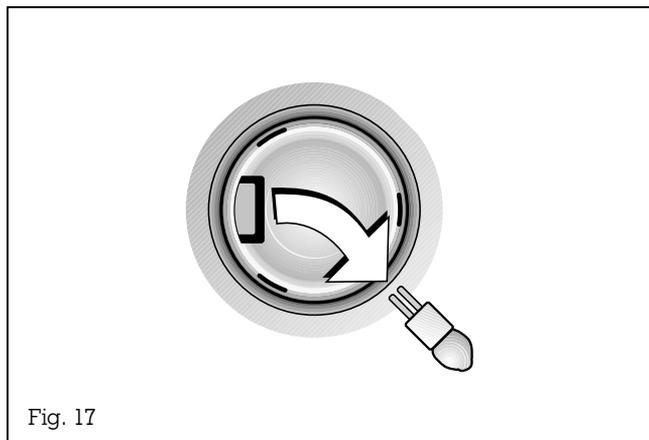

Fig. 17
- Sfilate la lampada (Fig. 17).